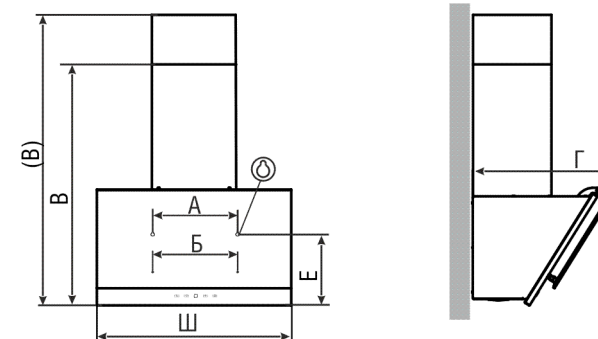

рис. 2
- 6.1 Установка кухонной вытяжки (рис.2).